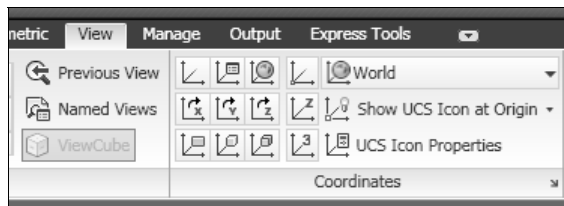

Рис. 3.6. Панель инструментов **Coordinates** на вкладке **View** ленты
Нужно иметь в виду, что в AutoCAD используется мировая и пользовательские системы координат, а отсчет координат выполняется относительно текущей системы координат. Создание собственных систем координат и управление ими выполняется при помощи команд, расположенных на панели инструментов **Coordinates** (Координаты) (рис. 3.6) вкладки **View** (Вид) ленты.
- ♦ если системная переменная **MBUTTONPAN** = 0, то список привязок (см. рис. 3.6) можно вызвать щелчком колесика мыши на области черчения окна программы.